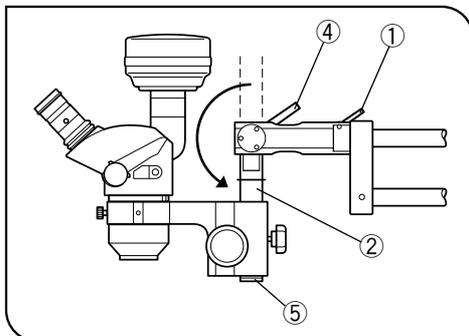

図 23
b) ティルティングクランプレバー④をゆるめ、取付軸②を下向きにします。(図23)
c) 鏡体落下防止ねじ⑤を外し、SZX架台用アームSZ2-ST5またはSZX鏡体を取付けます。(図23)
d) 鏡体取付後、鏡体落下防止ねじ⑤を必ず取付けてください。
(図23)